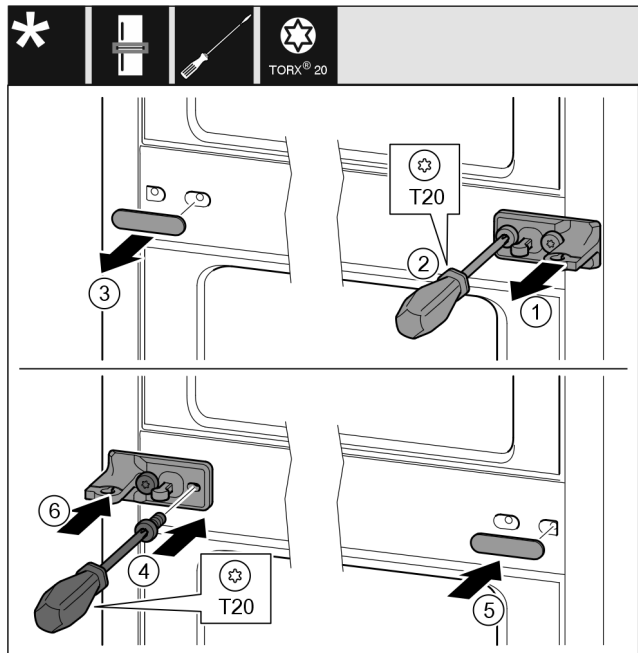

Fig. 33
- ▶ Estrarre la rondella. Fig. 33 (1)
- ▶ Svitare le viti con il cacciavite T20. Fig. 33 (2)
- ▶ Rimuovere con cautela la copertura. Fig. 33 (3)
- ▶ Ruotare il blocco di supporto con lamina di 180° e avvitare saldamente sull'altro lato. Fig. 33 (4)
- ▶ Applicare la copertura ruotata di 180° sull'altro lato. Fig. 33 (5)
- ▶ Spingere la rondella dal lato anteriore. Fig. 33 (6)